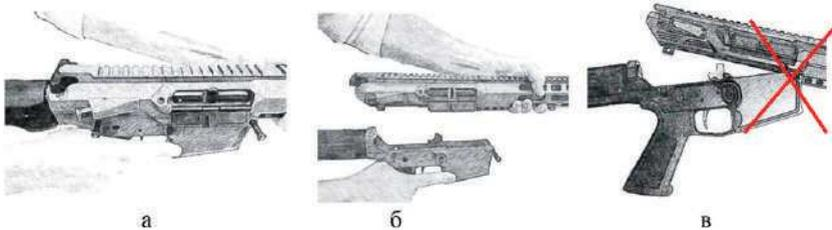

Рис. 13. Роз'єднання ствольної коробки
2. Розділити ствольну коробку (від'єднати верхню та нижню рами), для чого необхідно витиснути спочатку задню, потім передню вісь (якщо осі витискаються туго, то для полегшення їх видавлювання дозволяється використовувати підручні засоби або патрон (рис. 13а). Осі мають фіксувальні елементи й після витискання залишаються у рамі нижній. Взятись за верхню раму однією рукою, а за нижню раму – іншою та розділити ствольну коробку (рис. 13б). Забороняється роз'єднувати верхню раму з нижньою шляхом «переломлення» на передній осі (рис. 13в) без використання пристрою (станка) для фіксації ствольної коробки.